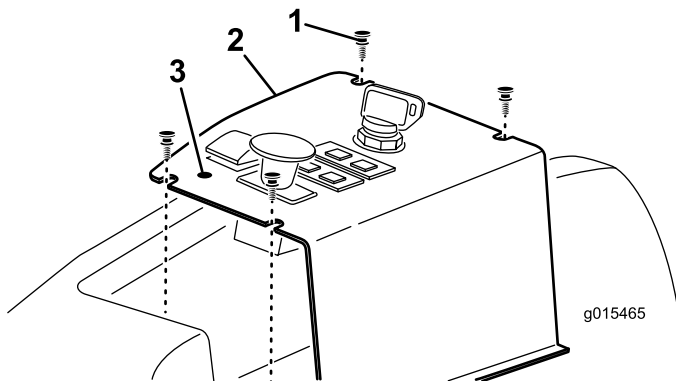

Figure 12
1. Localisez et percez avec précaution l'autocollant du panneau de commande, devant la commande de RELEVAGE, pour exposer le trou de montage du levier de BLOCAGE DU RELEVAGE (Figure 12).
2. Retirez les 4 vis qui fixent le panneau de commande à la machine (Figure 12).